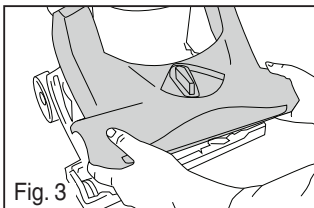

Fig. 3
- Vuelva a colocar la cubierta del cepillo de rodillo (Fig. 3).